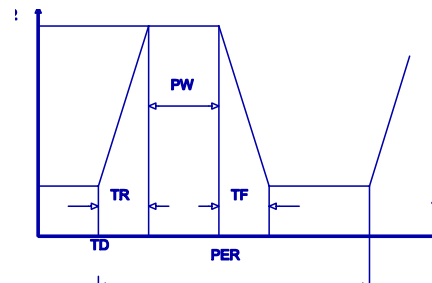

Figura 13. Tren de pulsos
**VPULSE:** Tren de pulsos (figura 13).